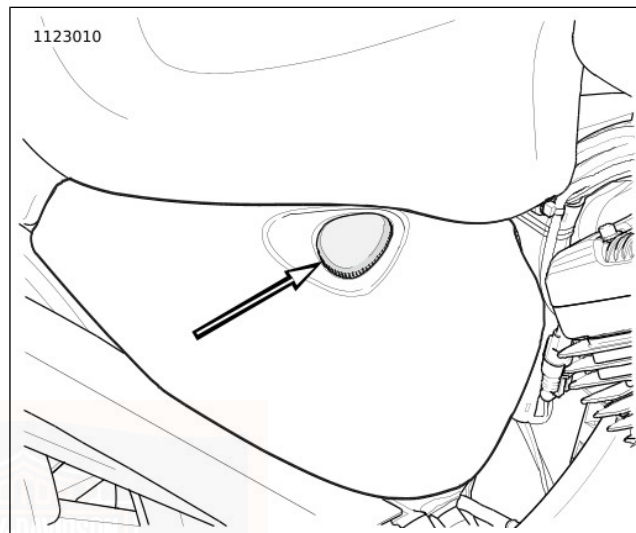

Figura 32. Posizione del tappo del rifornimento
2. Vedere Figura 32. Rimuovere dal serbatoio dell'olio il tappo del rifornimento.